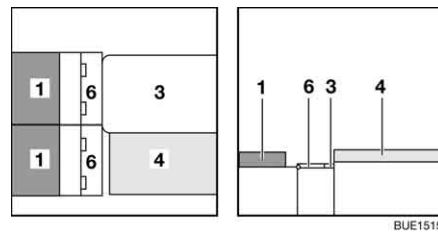

Bild 139 Während des Umbaus
- Beide Sitztruhendeckel (Bild 139,6) aufklappen und auf Tisch und Auflagen an der Sitzbank ablegen.
- Die Rückenpolster (Bild 139,1) auf die Sitztruhe legen.